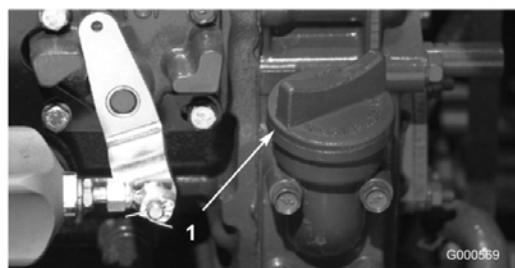

Figura 12
4. Se o nível de óleo se encontrar abaixo da marca FULL, deverá retirar a tampa de enchimento (Figura 12) e adicionar óleo até que o nível atinja a marca desejada. **Não** encha demasiado.